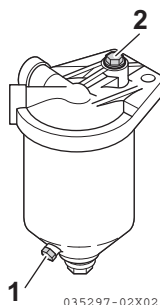

Figura 7
2. Allentare il tappo di spurgo (**Figura 7, (1)**) del separatore dell'acqua e svuotarlo dall'acqua e dallo sporco eventualmente accumulati all'interno. Rimuovere l'acqua e la sporcizia accumulate in modo corretto.
3. Una volta effettuato lo spurgo, serrare la vite di spurgo dell'aria (**Figura 7, (2)**).